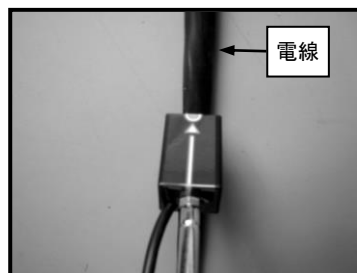

図 15 探査方向
(2) センサに記載されている「配線方向」(オレンジのライン)と探査対象電線が平行になるように探査してください。(図15)